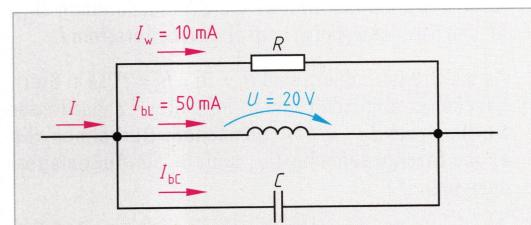

Bild 3: RLC-Parallelschaltung
14. Wie lautet die Gleichung für die Berechnung der Blindleistung Q_c von C der Schaltung **Bild 3** in Abhängigkeit von der Spannung U und der Stromstärke I , des Wirkstromes I_w und des Blindstromes I_{bl} ?